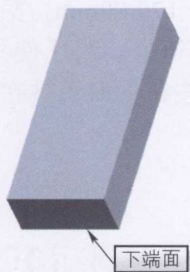

图 1-21 选择下端面
2) 打开【放置】下拉列表并单击【定义】按钮，弹出【草绘】对话框，选择 U 盘体下端面为草绘平面，如图 1-21 所示；单击【草绘】按钮进入草图绘制界面。